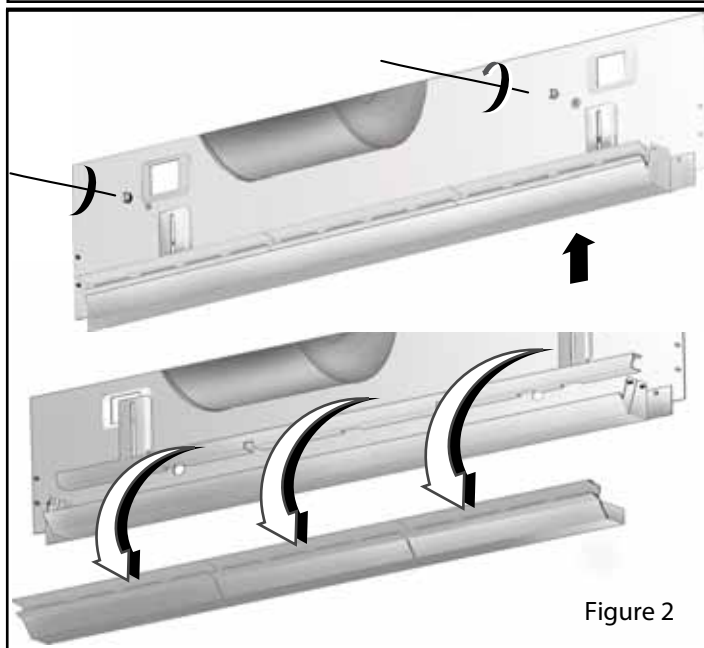

Figure 2
- Dévissez les molettes qui retiennent les languettes de maintien des grilles d'écoulement. Figure 2.
- Tenez fermement la grille d'écoulement et soulevez-le délicatement pour le sortir de son rail. Figure 2.